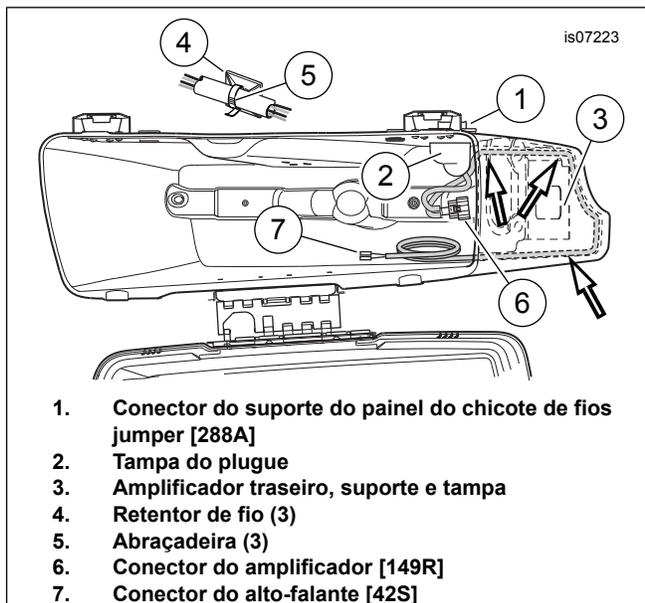

**Figura 2. Perfuração do alforje para o conector de montagem do painel de 12 vias**
2. Veja Figura 2. Enganche a fenda (2) no gabarito (1) sobre o suporte de montagem traseiro do alforje (3). Alinhe o furo do gabarito sobre o ilhó traseiro (4). Fixe o gabarito no local adequado com fita adesiva como mostrado (5).
3. Marque os locais dos dois furos (6) com um punção central. Trace o contorno do recorte do conector (7) na parede interna do alforje. Remova o gabarito.